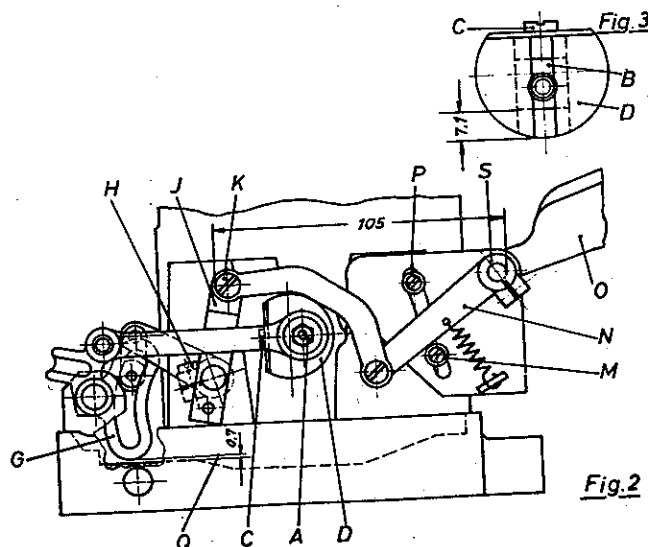

Fig.2
Lösen der Mutter (A) ein (Fig.2). (ACHTUNG!
(Fig.2).
beträgt (Fig.2). Ziehe Pratzschraube (H)
(C) after loosening nut (A, Fig.2). (CAUTION!
1/32 inch (Fig.2).